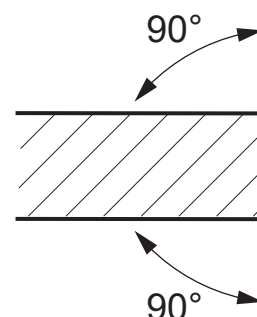

Fig. 49 – Affûter le couteau d'appui
5. Utilisez une meuleuse pour affûter le tranchant du couteau d'appui. Consultez Fig. 49.